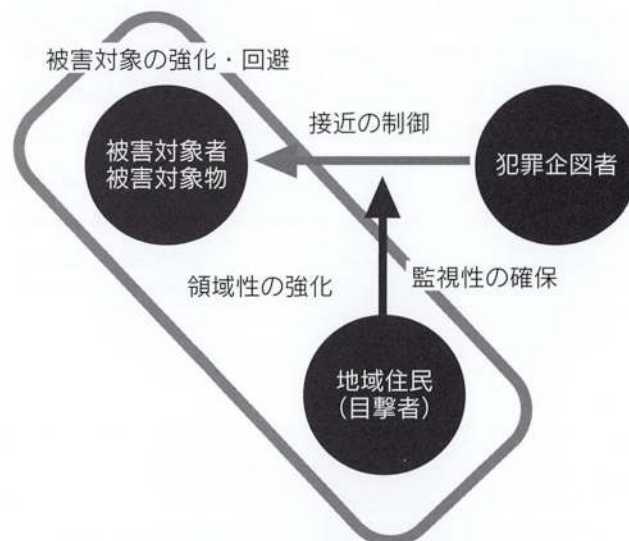

図1 CPTEDの4つの概念
物的環境整備の具体的手法としての防犯環境設計 (CPTED Crime Prevention through Environmental Design) は米国のニューマンやジェイコブスの研究を基に発展してきたもので、①対象物の強化②接近の制御③監視性の確保④領域性の確保の4つの基本概念で説明されている (図1)。
①対象物の強化 (target hardening) とは住宅やその開口部を対象とし強化することで物理的に犯罪企図者の犯行に対抗する。また、犯罪企図者の意欲を低下させるもので、具体的には、侵入盗